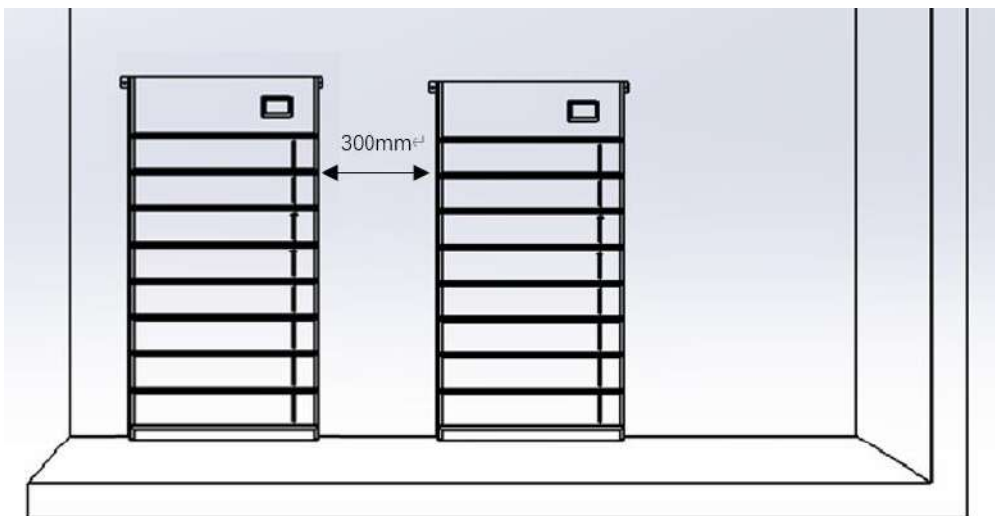

Abbildung 1
Dieses Produkt wird separat installiert und verwendet (ohne Behälter und Schränke). Achten Sie beim Platzieren auf die Position der Batterie und reservieren Sie nach dem Platzieren an der Wand einen gewissen Platz um sie herum, da sonst die Wärmeableitungsfähigkeit der Batterie beeinträchtigt wird Batterie und verringern die Leistung und Lebensdauer der Batterie; Wenn dieses Produkt mit Behältern und Schränken verwendet wird, installieren Sie es bitte strikt gemäß dieser Anleitung. Es ist strengstens verboten, es ohne Genehmigung aufzustellen und zu befestigen. Der Platzierungsabstand des Produkts ist in Abbildung 1 detailliert dargestellt. Bitte befolgen Sie bei der Installation genau die Anweisungen in der Abbildung.
- (1) Bitte lassen Sie um die Batterie herum etwas Platz, wie in Abbildung 1 gezeigt, damit die Batterie Wärme ableiten kann.
- (2) Der Platz über der Batterie muss mehr als 3 0 0 mm betragen. (3) Der für die linke und rechte Seite der Batterie reservierte Platz muss mehr als 2 0 0 mm betragen, empfohlen werden 3 0 0 mm.
- (4) Der Platz vor der Batterie muss mehr als 5 0 0 mm betragen.